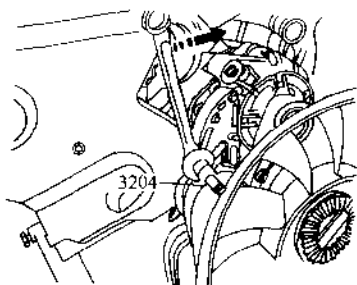
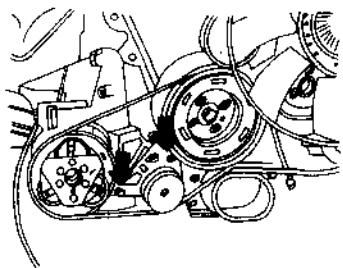

图 2-7 拆下动力转向泵
图 2-8 拆卸螺栓
(9) 拆卸带附件的固定支架。
(10) 拆下传动带。
(11) 拧下动力组合架上的动力转向泵,如图2-7所示。不要断开或松动转向泵上所连的转向油管 and 接头。
(12) 拆卸空调系统,不要打开制冷剂回路。为避免冷凝剂和制冷剂管道、软管受损,不要过度拉伸、弯曲及扭曲管道和软管。
(13) 拧下制冷剂管道的固定夹。
(14) 拆下空调压缩机与支架的连接螺栓,如图2-8所示。
(15) 拆下空调压缩机,并用电线将其悬挂在副车架上,不要用制冷剂管路承载压缩机重量。